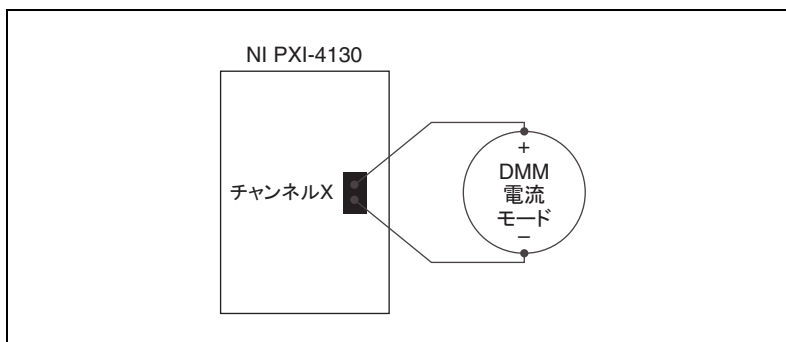

図 3 電流プログラミング確度検証の設定
- 2. 図 2 または図 3 のように、NI PXI-4130 のチャンネル x を DMM または Fluke 5700A/5720A キャリブレーションに接続します。